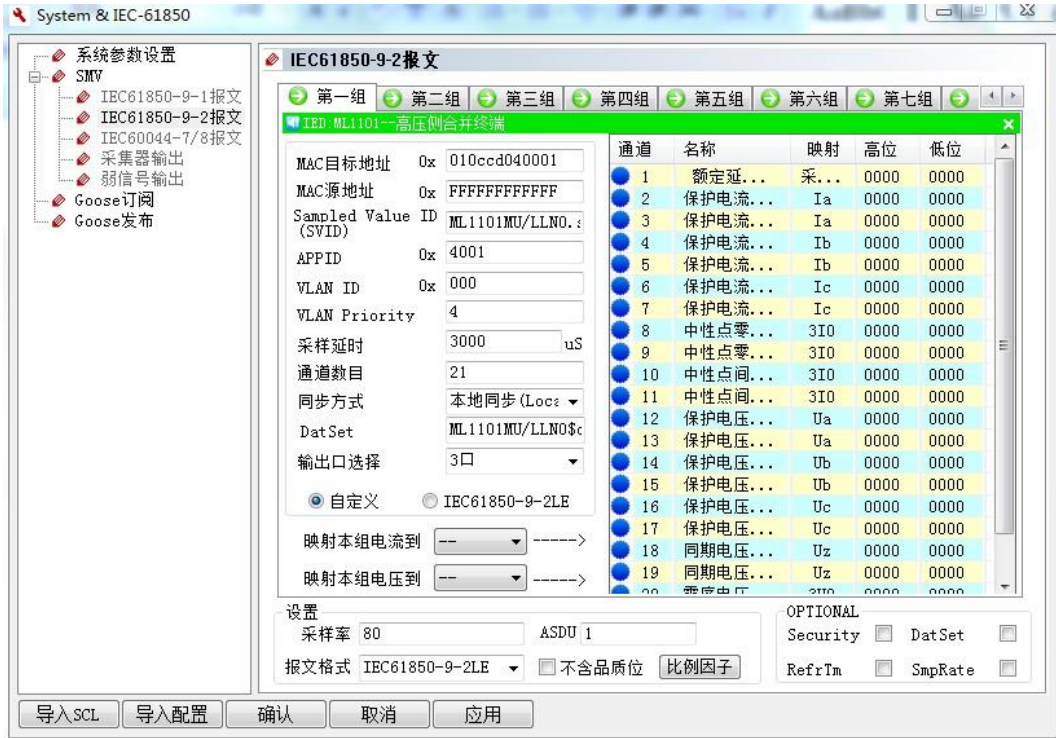
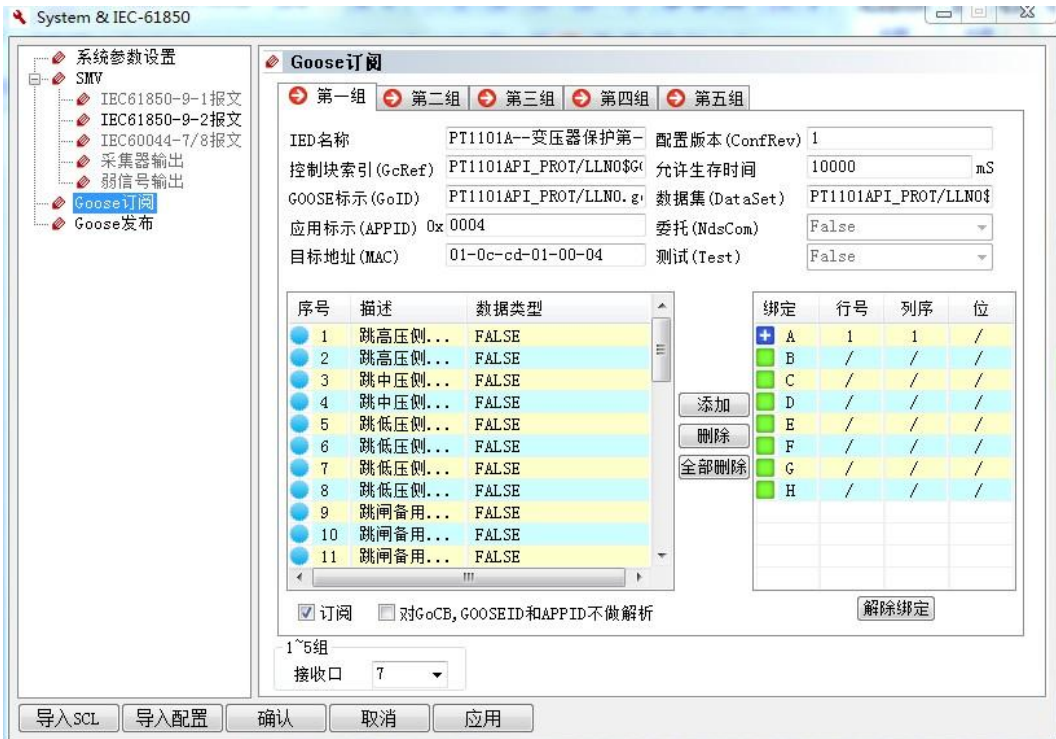

图 4-5-14 自动配置后采样报文界面
图 4-5-15 自动配置后 GOOSE 报文信息界面
- 5) 点击确定后即完成了报文的自动配置。包括 SMV 如图 4-5-14、GOOSE 订阅如图 4-5-15、GOOSE 发布的设置如图 4-2-16